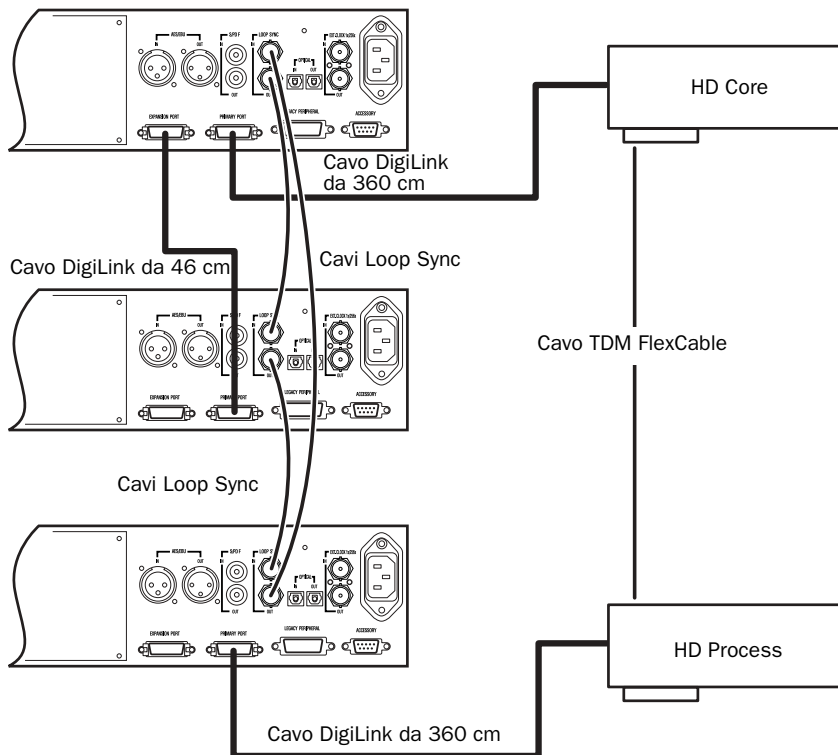

Figura 6. Tre interfacce 96 I/O, 48 canali
- 3 Collegare le interfacce audio della serie HD supplementari alle schede HD successive. Vedere la Figura 6 a pagina 8 precedente.